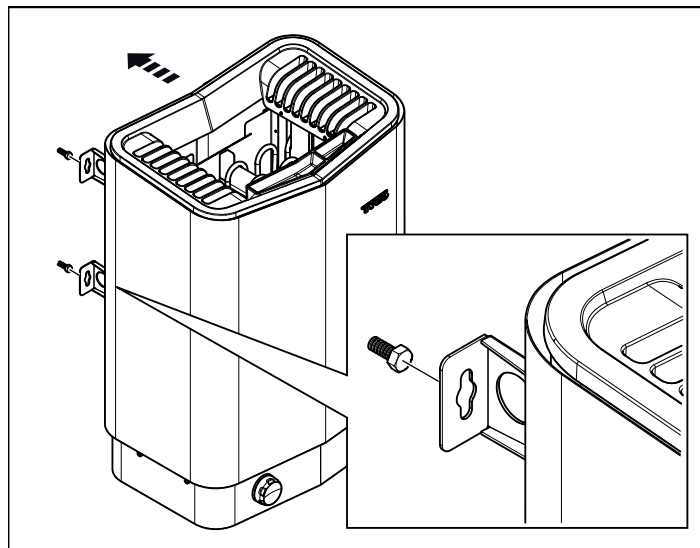

Figura 10: appendere il riscaldatore.
8. Appendere il riscaldatore alle viti vedere Figura 10.